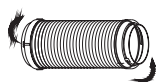
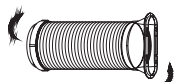

Fig. 16
Fig. 17
1. Instale o adaptador de escape da janela B na mangueira de escape conforme ilustrado na Fig. 16. ou Fig. 17. Consulte as páginas anteriores para a instalação do kit de janela.